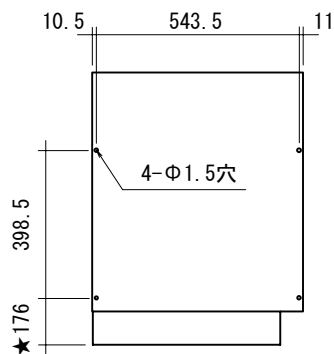

図11-7
- ①トールキャビネット側板の所定の位置にΦ1.5の穴(深さ5mm程度)を加工してください。(図11-7)